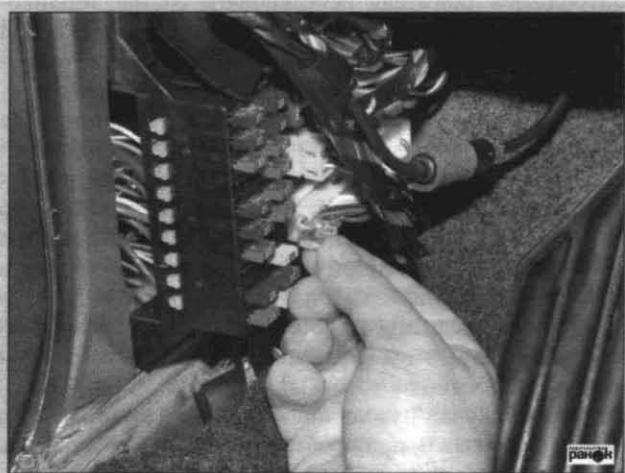

Рис. 2.38. Сброс давления в топливопроводах
- сбросить давление в топливопроводах, вынув предохранитель топливного насоса F17 (рис. 2.38) или EF16 и покрутить двигатель стартером;